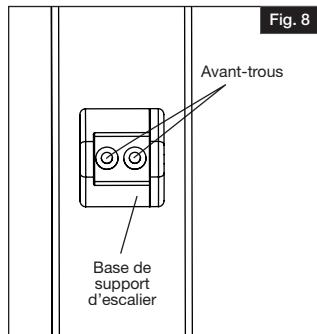

Fig. 8
- Faire des marques pour indiquer l'emplacement des deux trous pour chaque support (Fig. 8), et percer des avant-trous au moyen d'une mèche de 1/8 po (3,2 mm).